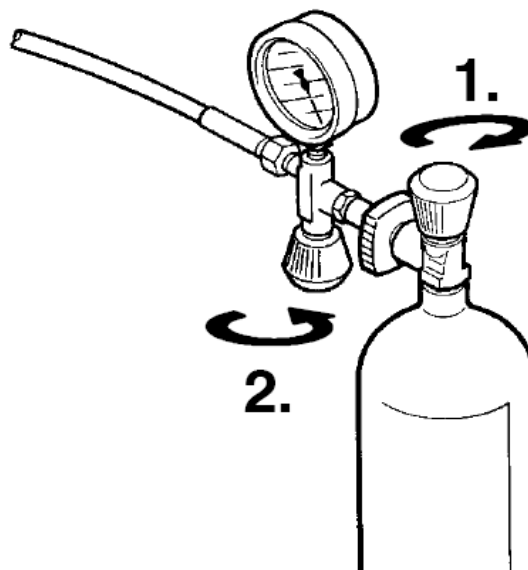

Рис.17. Отсоединение баллона
- После достижения финального давления в баллоне **сначала закройте вентиль баллона** (1, рис.17), **затем закройте вентиль заполняющего устройства** поворотом по часовой стрелке до упора (2).